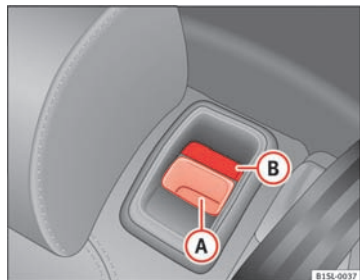

Fig. 67 Bagsæde: udløserknop **A**, rød markering **B**
- Træk udløserknappen ⇒ Fig. 67 **A** fremad, og klap samtidig bagsæderyglænet frem.